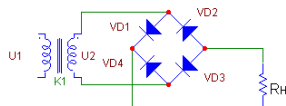

Рисунок 4.35 - Схема мостового выпрямителя
**Вариант 1.** Выбрать диоды для мостового выпрямителя (рисунок 4.35), если в нагрузочном резисторе  $R_H = 110$  Ом, выпрямленный ток  $I_H = 1$  А. Рассчитать коэффициент трансформации и мощность трансформатора, подключенного к сети  $U = 220$  В.
**Вариант 2.** В цепи (рисунок 4.35) определить среднее значение напряжения на нагрузке, обратное напряжение диодов и амплитуду пульсаций напряжения нагрузки, если  $U_2 = 10$  В. Падением напряжения в диодах пренебречь.